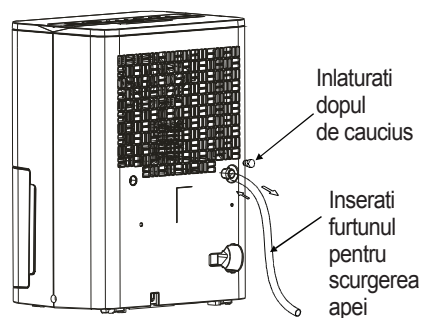

Fig. 8
- Introduceți furtunul de apă în aparat la orificiul de evacuare din spatele aparatului ca în Fig.8. Atașați furtunul de apă la orificiul de evacuare al aparatului. Asigurați-vă că legătura dintre furtunul de scurgere și orificiul de evacuare este strânsă și nu permite scurgerea apei.